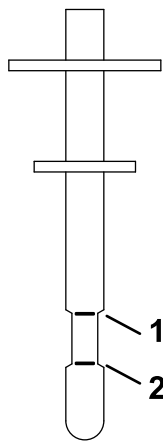

Figura 69
7. Inserte la varilla en el cuello de llenado, retírela y compruebe el nivel de fluido (Figura 69).